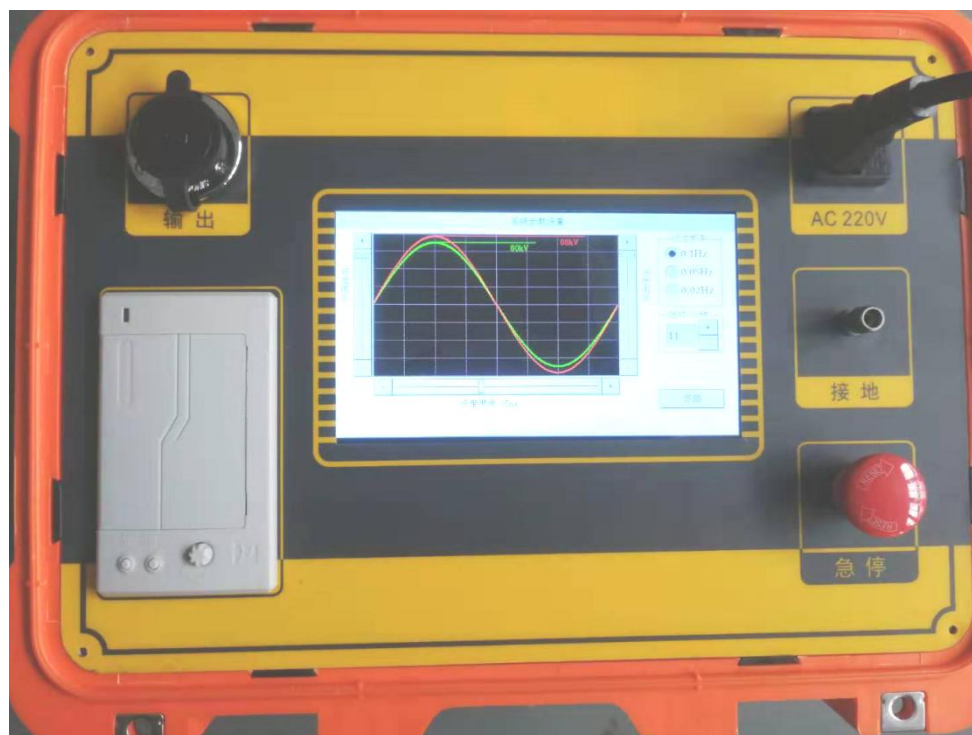

图 1 控制器面板示意图
1. 控制器面板各部件布置如图 1 所示, 各部件功能说明如下: